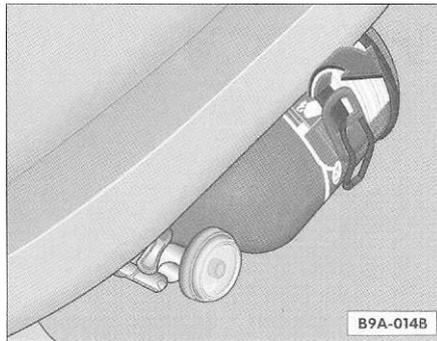

Fig. 26 Extintor de incêndio no banco dianteiro
- Solte a braçadeira de fixação, puxando-a para baixo => fig. 26 no sentido da -seta-. 4